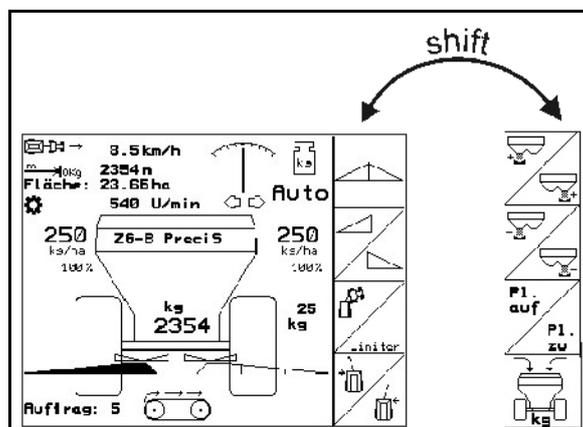

Fig. 11
- Bei Betätigen der Shift-Taste erscheinen weitere Funktionsfelder (Fig. 11) und die Belegung der Funktionstasten ändert sich entsprechend.